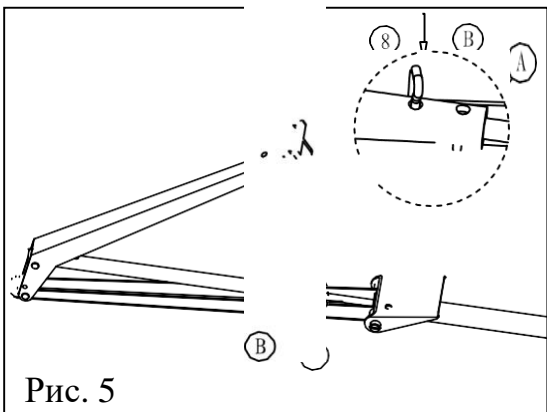

Рис. 5
А. Если ваше окно может открываться по крайней мере на 40 см: Вставьте шток поршня (3) в толкатель (6). Проденьте шпильку (8) через два отверстия: отверстие поршневого штока и отверстие толкателя. См. рис. 5.